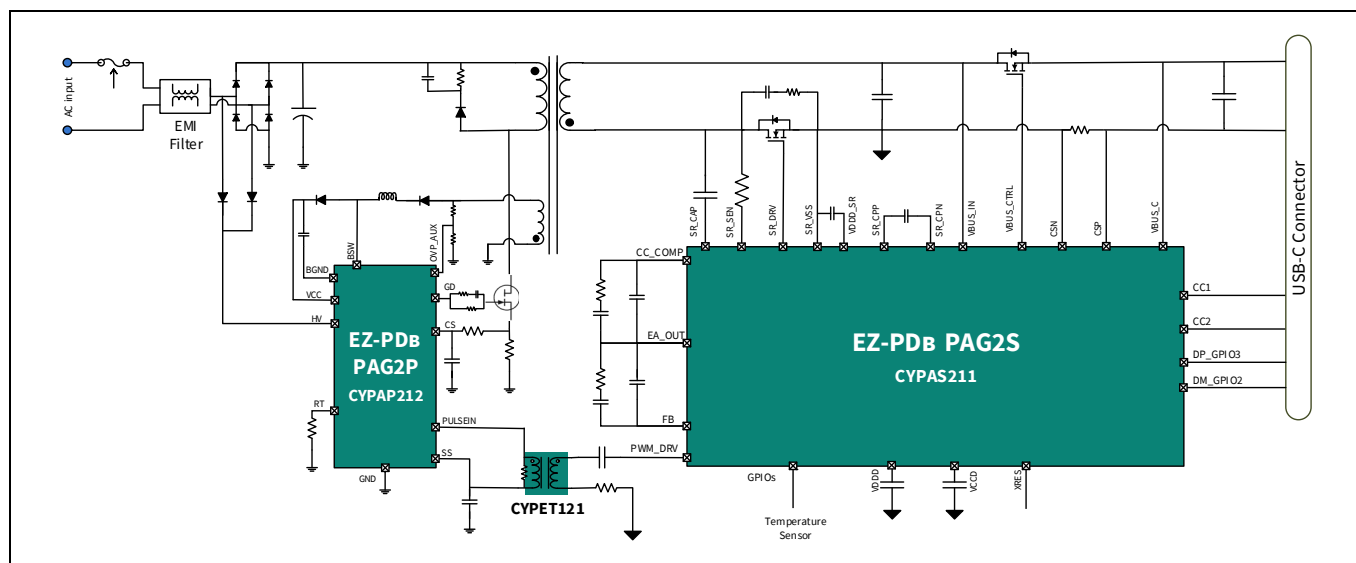

Figure 1 二次側フライバック制御付き USB PD アダプタ
Figure 1 に、二次側制御の同期フライバックシステムを実装した電源アダプタのアプリケーション図を示します。このシステムでは、EZ-PD™ PAG2S-QZ は電圧制御モードでの一次側 MOSFET のパルス幅を変調します。PAG2S-QZ は、内部誤差アンプ (EA) とプログラマブルランプジェネレータを使用して PWM のパルス幅を決定します。PWM 信号は、パルスエッジトランスを介して二次側から一次側に送信されます。このトポロジでは、PAG2S-QZ は二次側 PWM 制御、充電プロトコル制御、および故障保護という 3 つの主要な機能を備えています。以下の例では、EZ-PD™ PAG2P は一次側コントローラー、PAG2S-QZ は二次側コントローラーとして使用されます。
PAG2S-QZ は、定電圧動作モードと定電流動作モードの両方で二次側出力の検出とレギュレーションを行う 2 個の誤差アンプブロックを内蔵しています。誤差アンプの出力は内部アナログ PWM ブロックに供給されます。誤差アンプの負入力フィードバック (FB) ピンであり、正入力には内部電圧リファレンスです。FB ピンの電圧は、所望の VBUS 出力を達成するように内部電流ソース / シンク IDAC を使用して変更できます。アプリケーション図 (Figure 1) に示すように、FB ピンと EA\_OUT ピンの間に外部補正ネットワークが必要です。定電流動作モードでは、機能ブロック図に示すように、内部ローサイド電流検出アンプ (LSCSA) の出力が独立した誤差アンプに供給されます。Figure 1 に示すように、定電流モードにおけるレギュレーションには、CC\_COMP\_GPIOx と EA\_OUT の間に外部補正ネットワークが必要です。